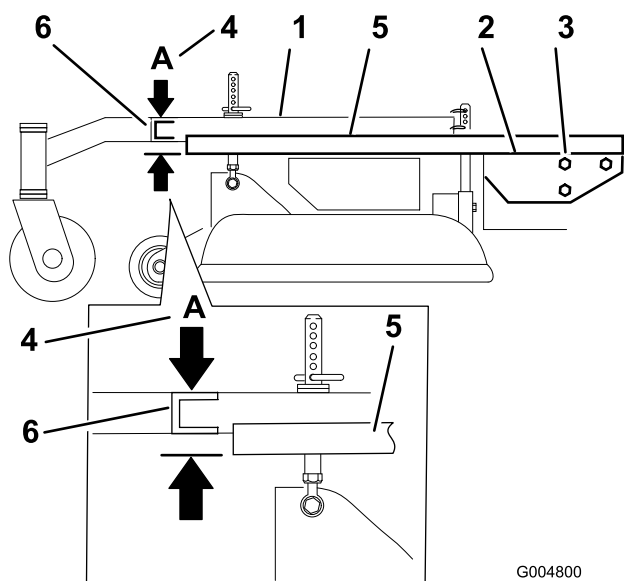

Figure 56
3. Placez une longue planche, ou autre objet similaire parfaitement droit en haut du plancher moteur, comme illustré à la Figure 56.
4. Au niveau du tube transversal du bâti porteur, mesurez la hauteur au point **A** (Figure 56). Elle doit être égale à $33 \text{ mm} \pm 6 \text{ mm}$.
6. Desserrez les boulons de montage du bâti porteur de chaque côté de la machine (Figure 56).
7. Alignez le bâti porteur et le plancher moteur à la même hauteur qu'au point **A**, c.-à-d. $33 \text{ mm} \pm 6 \text{ mm}$ (Figure 56).